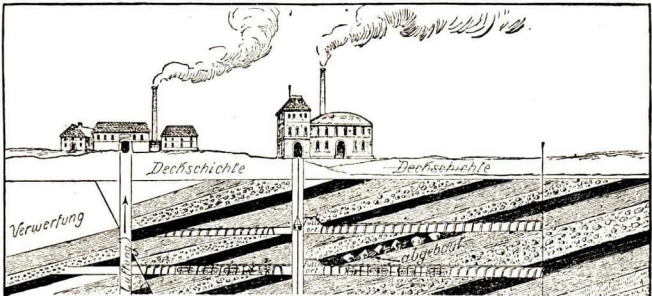

Abb. 464. Kohlenbergwerk
3. Entstehung der Kohlenlager in der Erde (Abb. 464). Durch gewaltige Katastrophen wurden in der Urzeit ganze Wälder von heißer Lava oder
Die **Förderung der Kohlen** im Kohlenbergwerk zeigen Abb. 464 und 465. Die Kohle wird auf kleinen Wagen, den **Hunden**, fortgeschafft und in den Förderschächten emporgezogen. Zuweilen brechen Gasschwaden aus dem Gestein hervor [Grubengas  $\text{CH}_4$ ], die bei Entzündung gefährliche **Explosionen** zur Folge haben. Um deren Entzündung durch die Lampe des Bergmanns zu verhindern, ist diese in ein Drahtnetz eingebaut, durch das eine Flamme bekanntlich nicht
hindurchbrennt. — Da die **Temperatur** im Erdinnern für je 30 m Tiefe um  $1^\circ \text{C}$  steigt, so kann die Kohle nur bis zu einer gewissen Tiefe abgebaut werden. Abb. 464 deutet auch die Lüftungsanlage an.